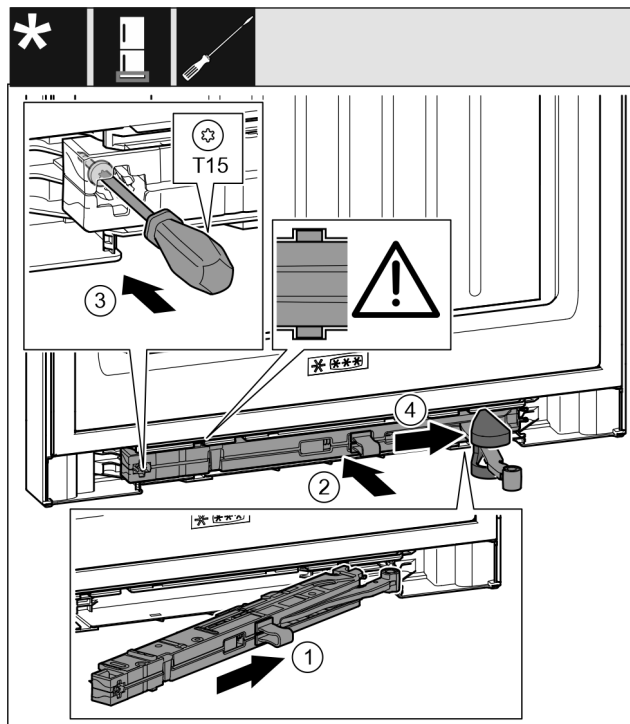

Fig. 42
- ▶ Gurnite jedinicu prigušivača zatvaranja Fig. 42 (1) na strani podloška ležaja do graničnika koso u izrez.
- ▶ Gurnite jedinicu prigušivača zatvaranja Fig. 42 (2) potpuno u izrez.
- ▶ Odvijačem pritegnite vijak Fig. 42 (3).
- ▶ Gurnite poklopac Fig. 42 (4) preko zgloba.